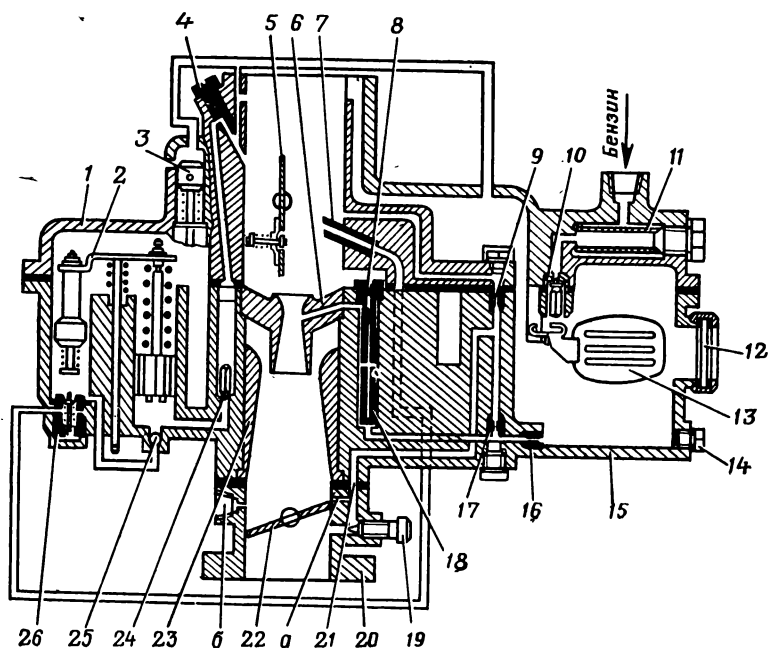

Рис. 17. Схема карбюратора:
**Карбюратор** модели К-124В (рис. 17), однокамерный, двухдиффузорный, с падающим потоком, с экономайзером и ускорителем.
резьбы: жиклер 16 (рис. 17) — резьбу  $M6 \times 1$ , а жиклер 17 — резьбу —  $M6 \times 0,75$ .